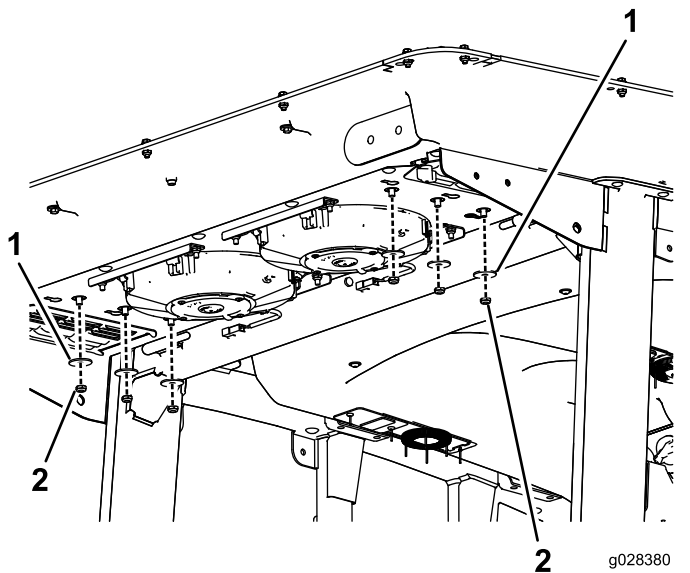

Figure 122
2. Retirez les 6 écrous et rondelles au bas de l'arrière de la cabine (Figure 122).